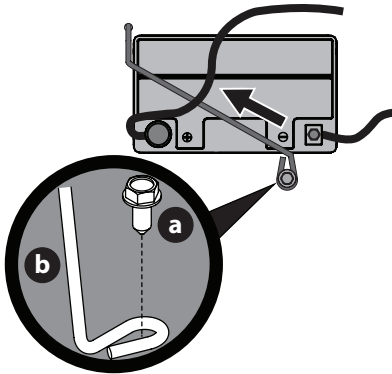

Figure 16
NOTE : Le faisceau électrique doit être placé au-dessus de la barre de retenue de la batterie. Autrement, il risque d'être endommagé (Figure 16 à la page 87).
3. Retirez le boulon hexagonal (a) qui fixe la tige de retenue de la batterie (b) au châssis. Faites pivoter la tige de retenue de la batterie (b) vers le haut et retirez la batterie (Figure 16).